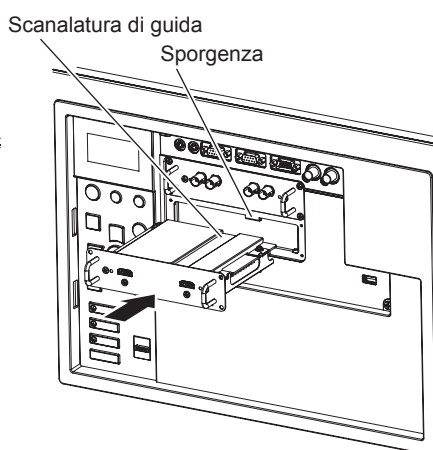

Fig. 2
2) Installare la scheda di interfaccia al proiettore. (Fig. 2)